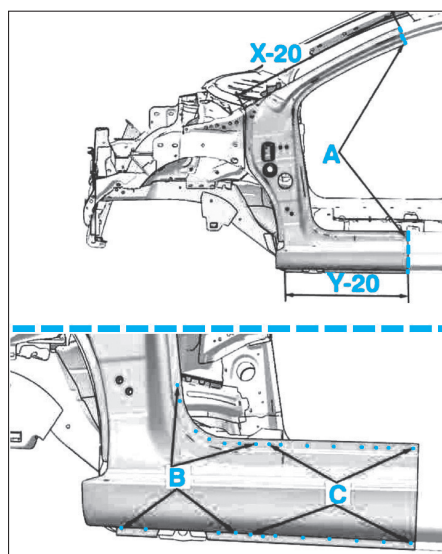

FIG. 16
- Dépointer et couper aux endroits indiqués en A, B, C, D, E, F, G et H (Fig.16) et (Fig.17).